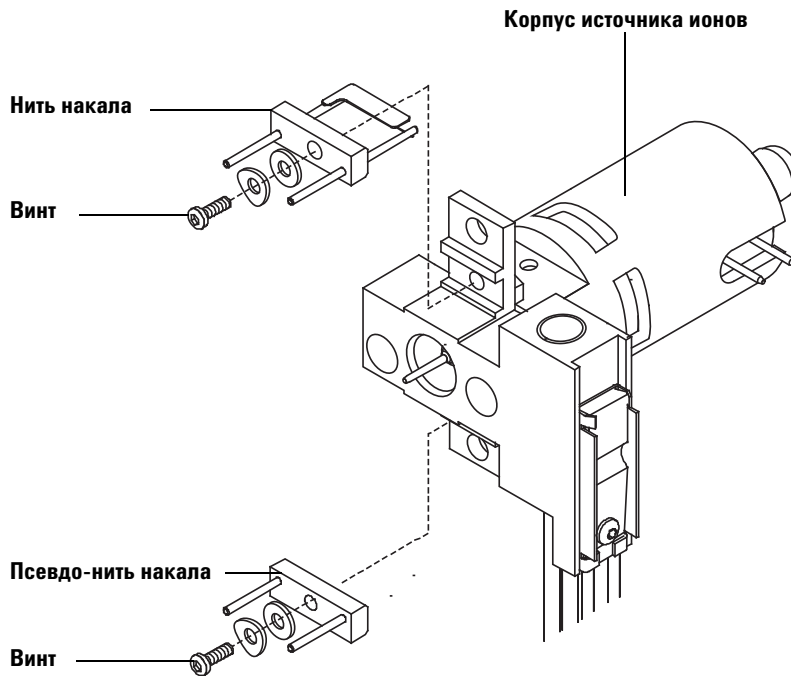

Рисунок 42 Замена нити накала XI
- 4 Закрутите винты (Рисунок 42).